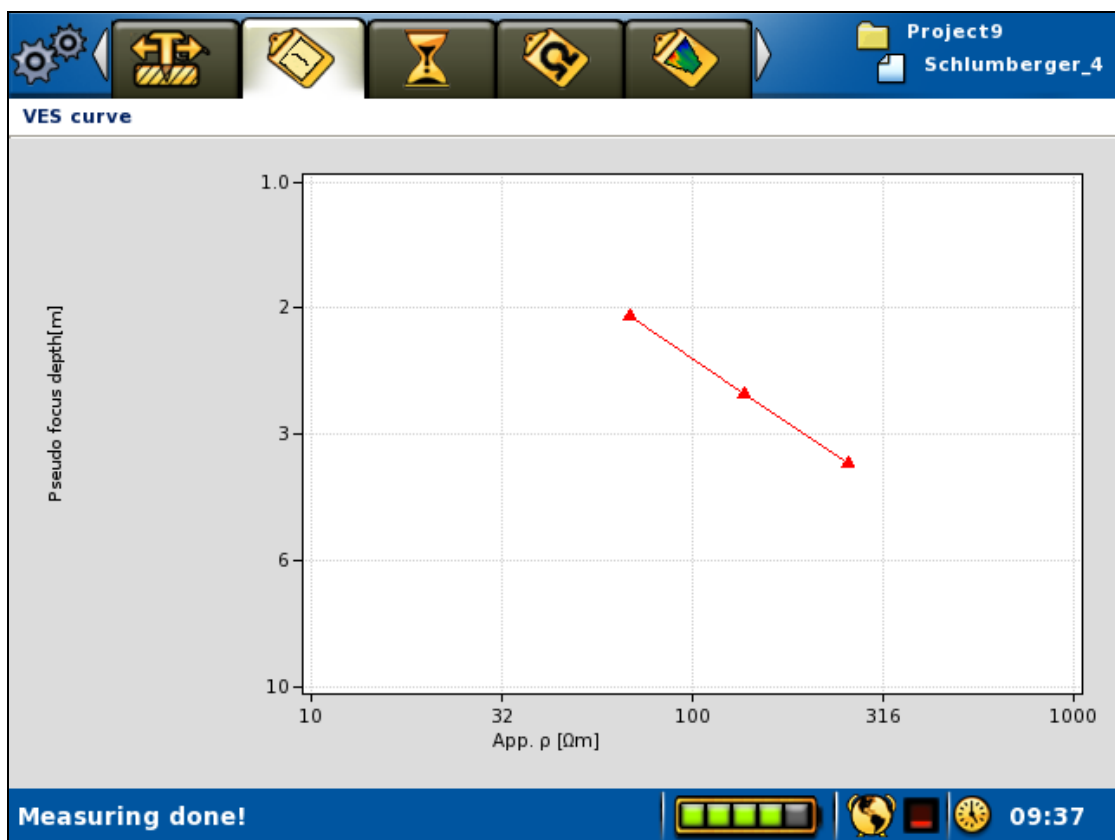

Figura 67. Un ejemplo de una Vista de una Curva SEV
- La *Vista Measure/VES Curve* (Figura 67) muestra la curva de datos de las mediciones realizadas.
En el modo SEV una curva de sondeo se mostrara en un diagrama doble logarítmico en la *Vista Curva de SEV* (Figura 67). En el eje vertical aparecerá la Profundidad (Profundidad de penetración media) y la Resistividad Aparente en el eje horizontal.